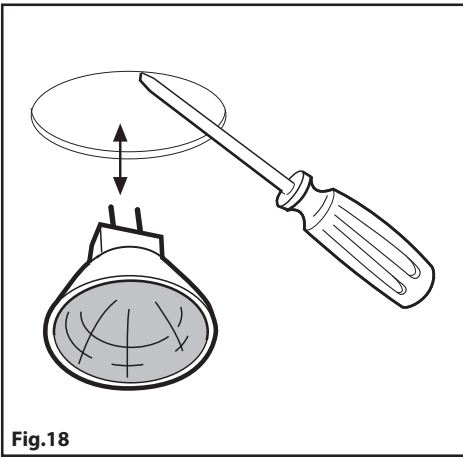
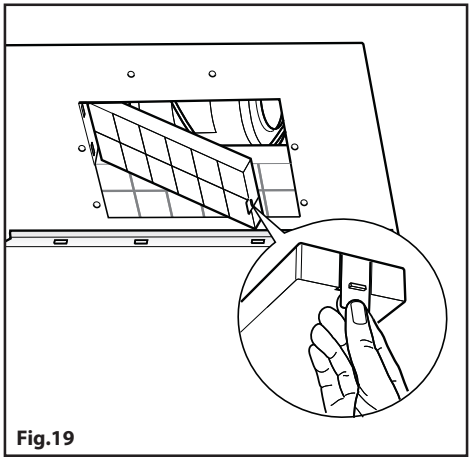

Fig.18
Fig.19
- **Version filtrante:** Nous disposons de deux types de Kit, un avec filtres cassette à charbon (**Fig. 18**) et l'autre avec filtres à charbon régénérables (lavables). (**Fig. 19**)
- Relier le tuyau flexible au déflecteur **M** et fixer la vis **I** comme c'est indiqué dans la (**Fig.8**), les filtres à charbon actif doivent être appliqués au groupe aspirant placé à l'intérieur de la hotte (**Fig.18**).